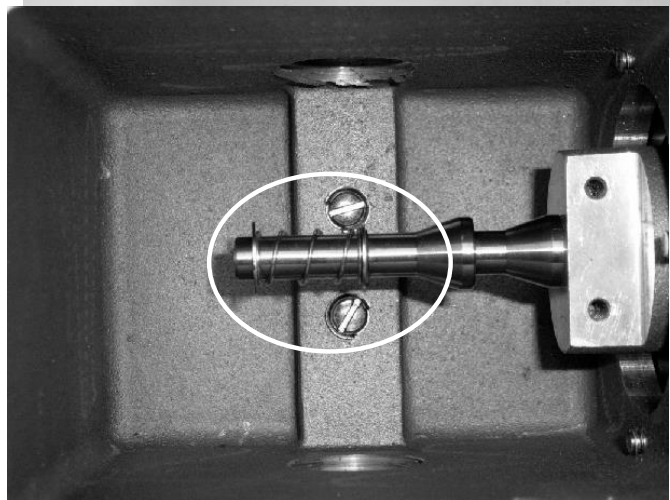

Figura 10: Conjunto del interruptor, retenedor de resorte, resorte con arandelas y tornillos de máquina con arandelas.
7. Coloque de nuevo los conectores tipo bandera en los terminales apropiados de los interruptores (consulte la Figura 10).